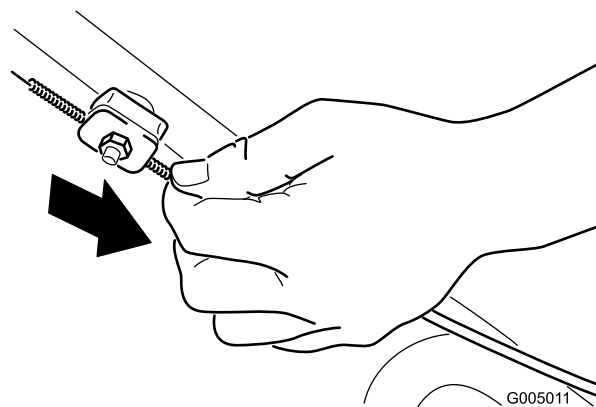

Figure 38
2. Tirez la gaine du câble vers le bas (vers la tondeuse) jusqu'à ce qu'il n'y ait plus de mou dans le câble (Figure 38).